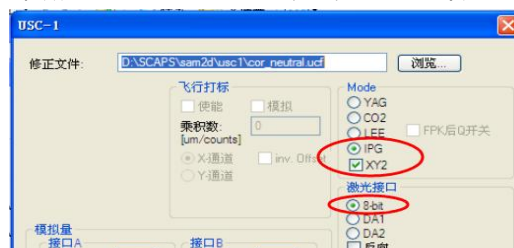

图 19
- 2) Mode 点选 “IPG” 和 “XY2”; 激光接口点选 “8-bit” 设置完毕后点击确定 (如图 19)